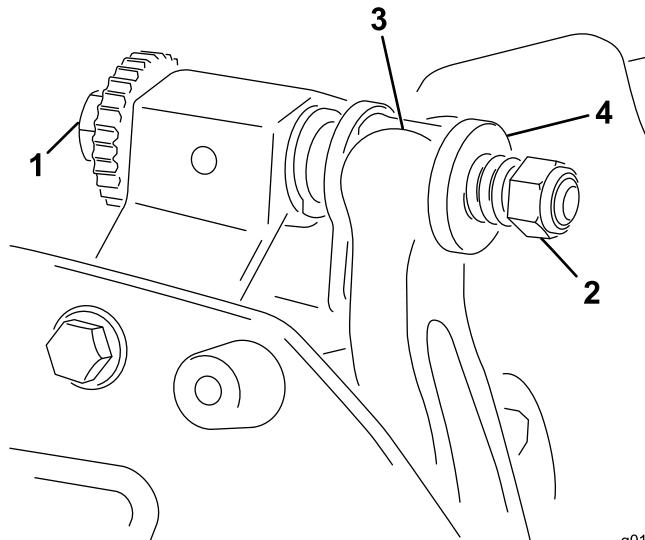

図 24
2. スプリングテンションナットをゆるめて、ワッシャがベッドバーを全く押さないようする図 24。
1. ベッドバー調整ねじを左に回して下刃とリールの接触を完全になくす図 24。